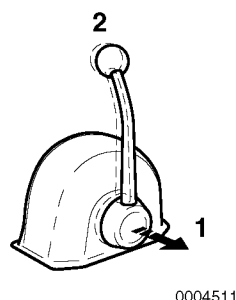

Abbildung 20
Wird der Hebel herausgezogen (**Abbildung 20, (1)**), kann die Motordrehzahl ohne Betätigung der Kupplung gesteuert werden. Die Kupplung bleibt auf der NEUTRAL- bzw. Keine-Last-Position. Drehen Sie den Knauf (**Abbildung 20, (2)**) entgegen dem Uhrzeigersinn, um den Hebel zu bewegen, oder im Uhrzeigersinn, um den Hebel zu arretieren.